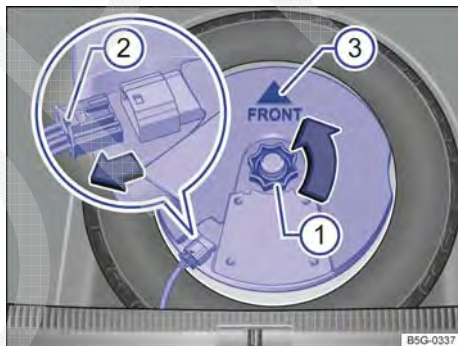

Fig. 227 No compartimento de bagagem: remover o subwoofer (variante 2).
- Desrosquear o manípulo → Fig. 227 ① no sentido anti-horário (seta).
- Para destravar o conector, pressionar o travamento a extremidade do conector ②.
- Colocar o subwoofer cuidadosamente no caixa do aro. A ponta do símbolo da seta "FRONT" → Fig. 227 ③ deve indicar para frente no subwoofer.
- Inserir o conector até que o travamento ② se trave de maneira audível.
- Girar o manípulo ① no pino rosqueável no sentido anti-horário até que o subwoofer fique preso com segurança.
- Colocar o subwoofer cuidadosamente na caixa do aro. A ponta do símbolo da seta "FRONT" → Fig. 227 ③ deve indicar para frente no subwoofer.